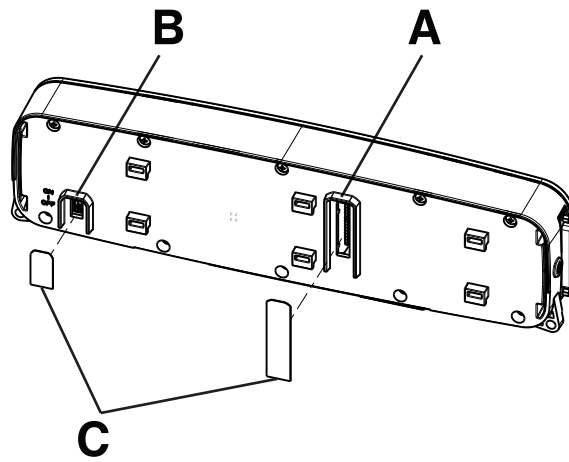

Figure 3 – Configuration des commutateurs
4. À l'aide d'un outil à pointe droit, retirer et jeter l'étiquette (521200380902) (C) qui recouvre le commutateur **MARCHE/ARRÊT** (B) (Figure 3).
5. Tourner le commutateur **MARCHE/ARRÊT** (B) en position **ARRÊT** (Figure 3).
3. À l'aide d'un outil à pointe droit, retirer l'étiquette (521200380902) (C) qui recouvre le commutateur **MARCHE/ARRÊT** (B) (Figure 3). Conserver l'étiquette.
4. Tourner le commutateur **MARCHE/ARRÊT** (B) en position **ARRÊT** (Figure 3).